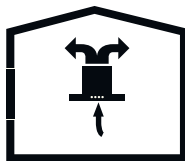

Fig. 5: Circulation de l'air du filtre à charbon
*L'air absorbé est nettoyé par des filtres à huile et à charbon actif puis est renvoyé vers la cuisine. Fig. 5*